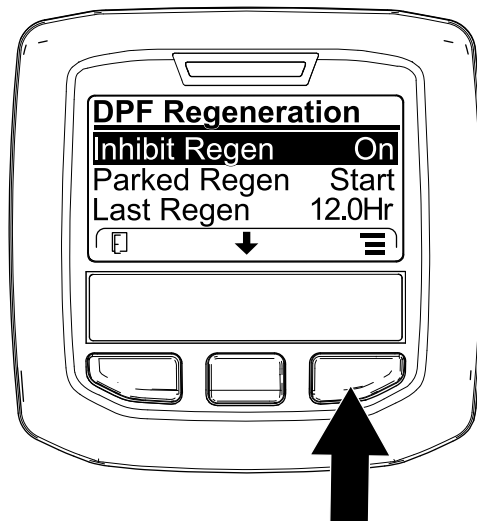
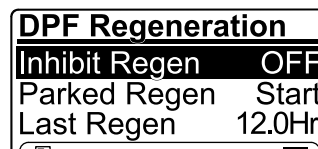

図 60
図 61
1. DPF Regeneration メニューで、中央ボタンを押して再生禁止 INHIBIT REGEN オプションに移動し、右ボタンで中に入る 図 60。
2. 右ボタンを使って、設定をを、ON から OFF 図 60または OFF から ON に変える 図 61。